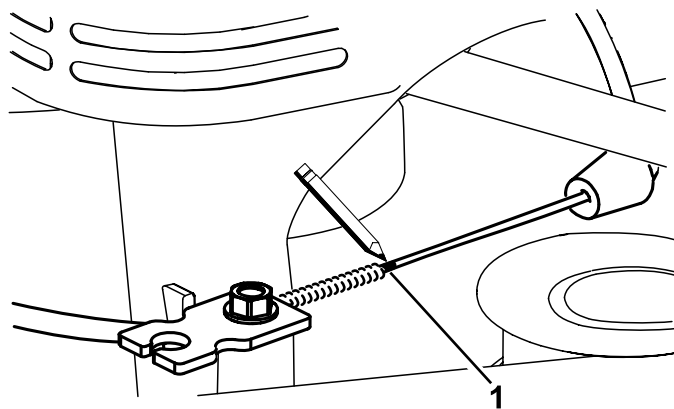
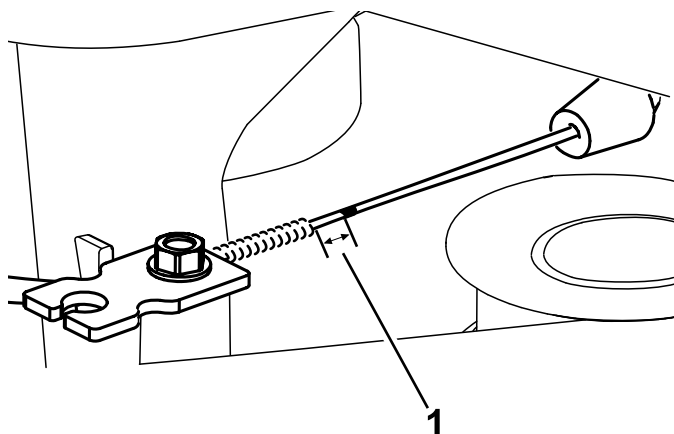

Figura 45
Figura 46
7. Marque el cable de freno (Figura 45) y, a continuación, ajuste la cubierta hasta que quede aproximadamente 11 mm de holgura (Figura 46).